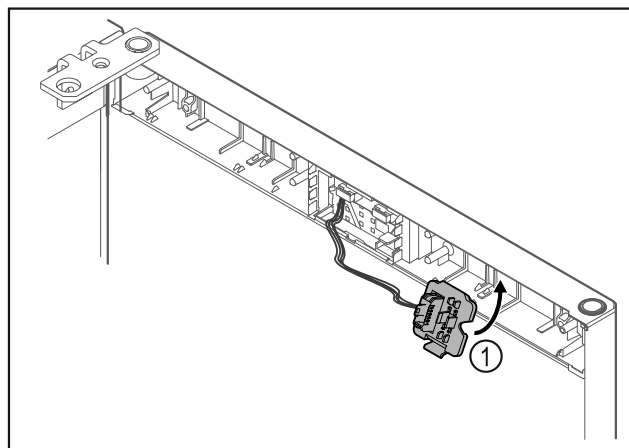

Fig. 16
- Innestare il supporto della spina Fig. 16 [1] sul lato opposto.*